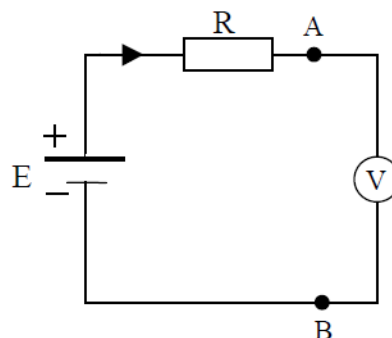

Figura 5: circuito elétrico para medir a resistência interna do voltímetro.
1. Mede a força eletromotriz (E) da pilha, ligando apenas o voltímetro aos seus terminais.
3. Constrói o circuito da figura 5 utilizando o multímetro digital no modo voltímetro, e com valores da resistência R de aproximadamente $500\ \text{k}\Omega$, $1\ \text{M}\Omega$ e $2\ \text{M}\Omega$, obtidos com as resistências fornecidas. Para cada caso mede a ddp V_{AB} indicada no voltímetro. Determina, para cada caso, a corrente em R a partir do valor medido de E e de V_{AB} completando a tabela em baixo